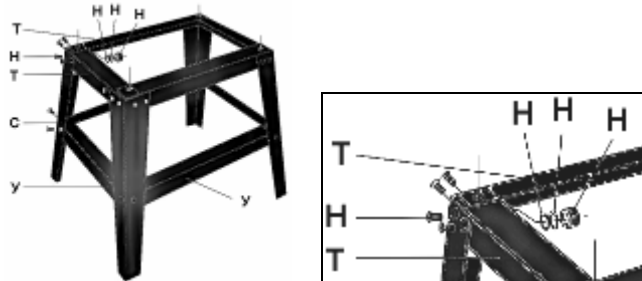
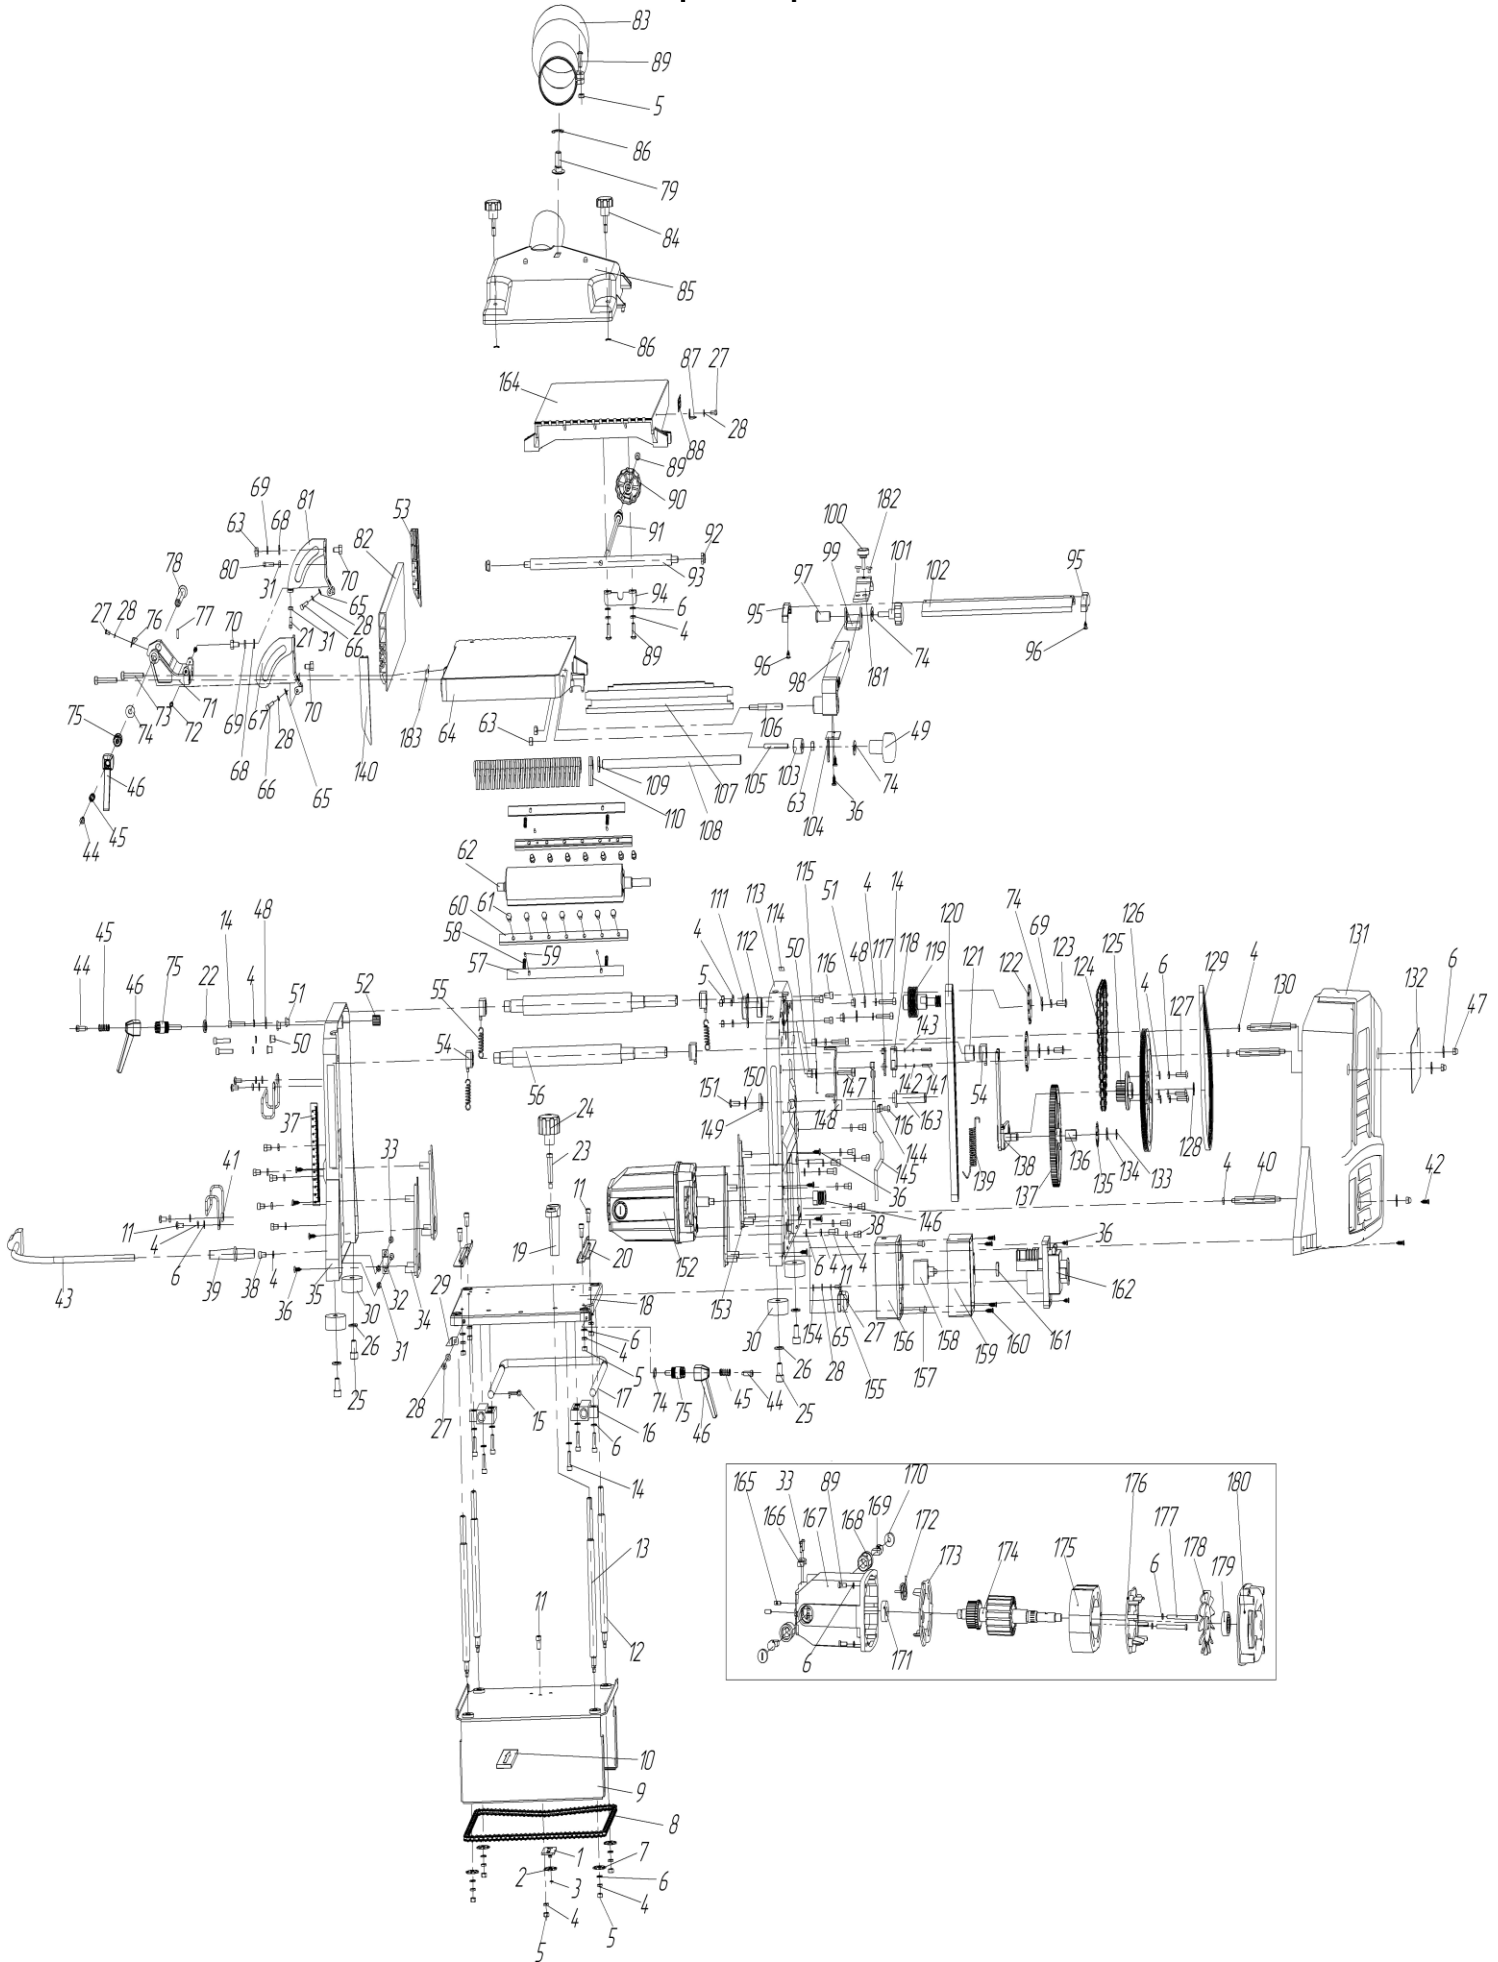

Рис. 4
Рис. 1
9.1.3. Для мобильности строгальную машину необходимо установить на сборное основание. Как показано на Рис. 4, используя элементы крепления (Н), соберите и надёжно закрепите сборное основание, Рис.1; 4.
Во избежание получения травмы при обработке заготовок (особенно коротких и на финишной стадии строгания), подачу заготовки производите только специальными толкателями (Ж; П), Рис.1.
Детали сборки «Корвет 20М» (Рис. 1)